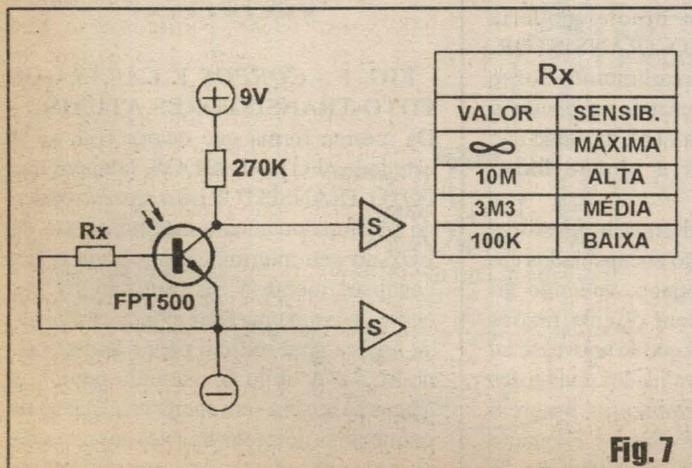

Fig. 7
- FIG. 7 - A INFLUÊNCIA DO RESISTOR DE BASE NUM ARRANJO TÍPICO COM FOTO-TRANSISTOR...
- O acesso externo da *base* e a inclusão de um resistor específico (RB), no caso chamado de *Rx*, permite - em casos específicos - controlar diretamente a sensibilidade do componente, aplicando polarização *negativa*, com o que quanto maior o valor do dito resistor, maior também a sensibilidade, e vice-versa... Pela tabelinha anexa ao diagrama é fácil ao leitor/*aluno* notar que se *Rx* assumir um valor *infinito* (ou seja: na prática *nenhum* resistor no lugar de *Rx*...), obtém-se a máxima sensibilidade do detetor... Dessa forma, também é intuitivo que os foto-transistores *sem base* (ou, melhor dizendo, *sem o terminal externo de base*...) oferecem sensibilidade máxima, com o que o nível